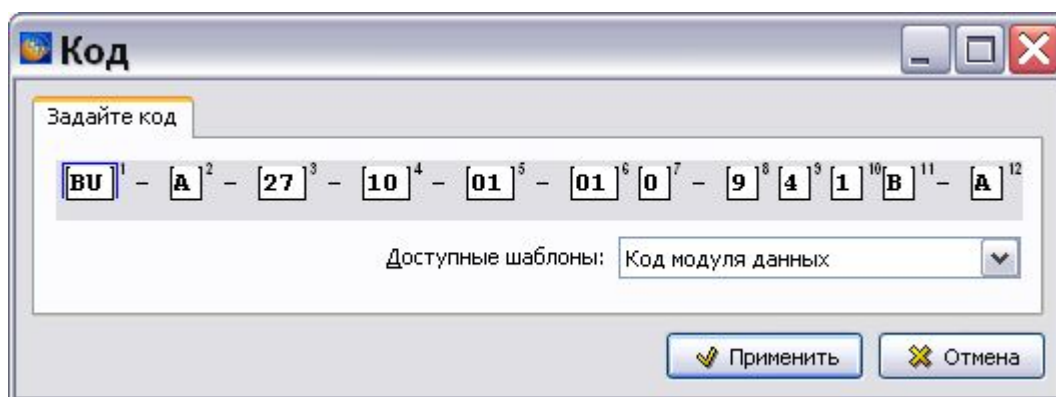

Рис. 8.233
- **Замена.** Для замены найденного контекста выделите строку (строки) в таблице результатов анализа и нажмите на кнопку **Заменить**. В окне **Код** выберите шаблон из списка доступных, введите код для замены и нажмите на кнопку **Применить** (Рис. 8.233).